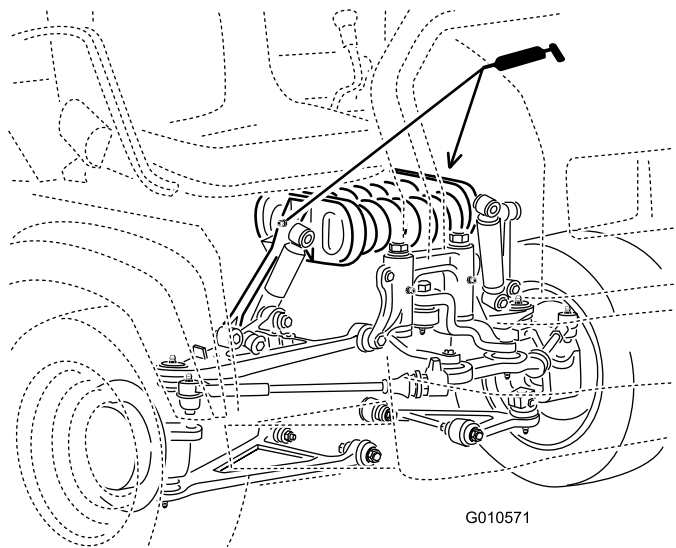

Figura 30
- Braccio di spinta (2);** fate riferimento alla Figura 30